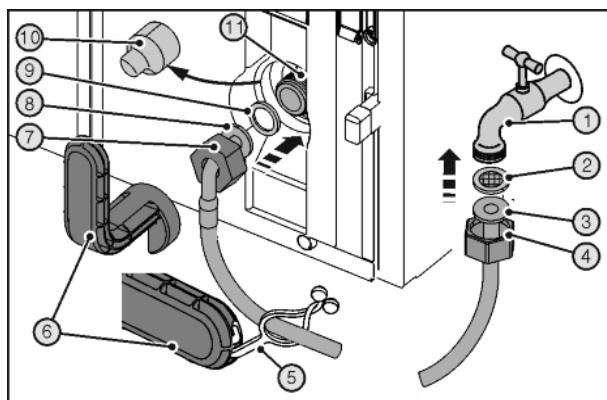

Fig. 41
- До конца сдвинуть гайку Fig. 41 (4) через прямой конец шланга Fig. 41 (3) и удерживать.
- Вставить ситовую ловушку Fig. 41 (2) в гайку Fig. 41 (4).
- Ситовая ловушка Fig. 41 (2) прилегает к прямому концу шланга Fig. 41 (3) и слегка поддерживается.
- Подсоедините к запорному крану Fig. 41 (1) гайку Fig. 41 (4) с расположенной на прямом конце шланга Fig. 41 (3) ситовой ловушкой Fig. 41 (2).
- Временным открытием запорного крана Fig. 41 (1) подачи воды удалить воздух из водопровода и заполнить водой. Шланг для этого держать в ведре.
- Снять крышку Fig. 41 (10).
- До конца сдвинуть гайку Fig. 41 (7) через конец шланга в виде угла Fig. 41 (8) и удерживать.
- Смочить уплотнение Fig. 41 (9) и вдавить в гайку Fig. 41 (7) на конце шланга в виде угла Fig. 41 (8).
- Уплотнение Fig. 41 (9) прилегает к концу шланга в виде угла Fig. 41 (8) и слегка поддерживается.
- Подсоедините к электромагнитному клапану Fig. 41 (11) гайку Fig. 41 (7) с расположенным на изогнутом в виде угла конце шланга Fig. 41 (8) уплотнением Fig. 41 (9).
- Затяните подключение с помощью вспомогательного инструмента Fig. 41 (6) по часовой стрелке, пока не будет достигнут максимальный момента затяжки и вспомогательный инструмент Fig. 41 (6) начнет прокручиваться.
- Откройте запорный кран Fig. 41 (1) системы подвода воды и проверьте герметичность всей водяной системы.
- Зацепить накладку Fig. 41 (5) в вспомогательном инструменте Fig. 41 (6) и для хранения закрепить на шланге из высококачественной стали.